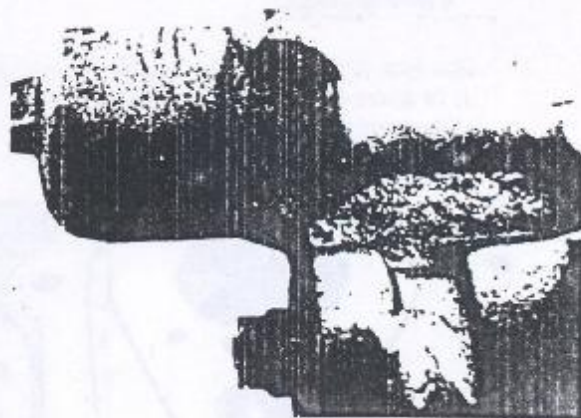

Figura 3.01.2 - Orifício de saída do pino elástico
4. Alinhar o pino elástico do setor com o orifício existente na extremidade traseira do prolongamento (Figura 3.01.2).